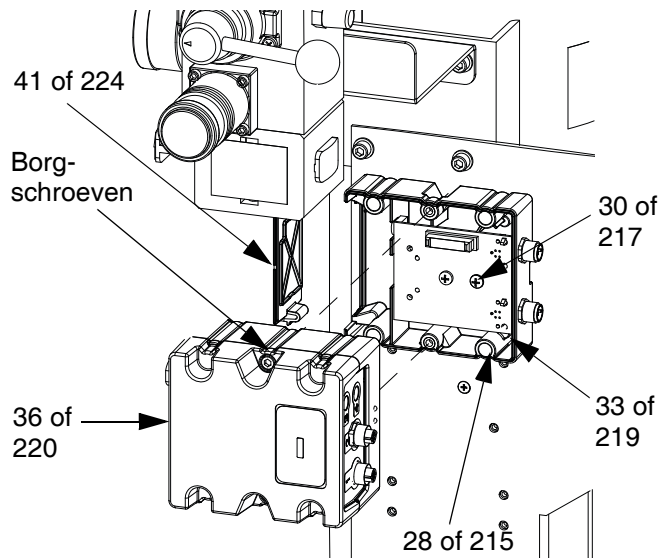

FIG. 55: Verwijder FCM
4. Verwijder de schroeven (28 of 215) en de aardingsschroef (30 of 217) van de steun (33 of 219). Zie FIG. 55.
7. Stel de keuzeknop voor ram A in op "A" of voor ram B op "B". Zie FIG. 55.